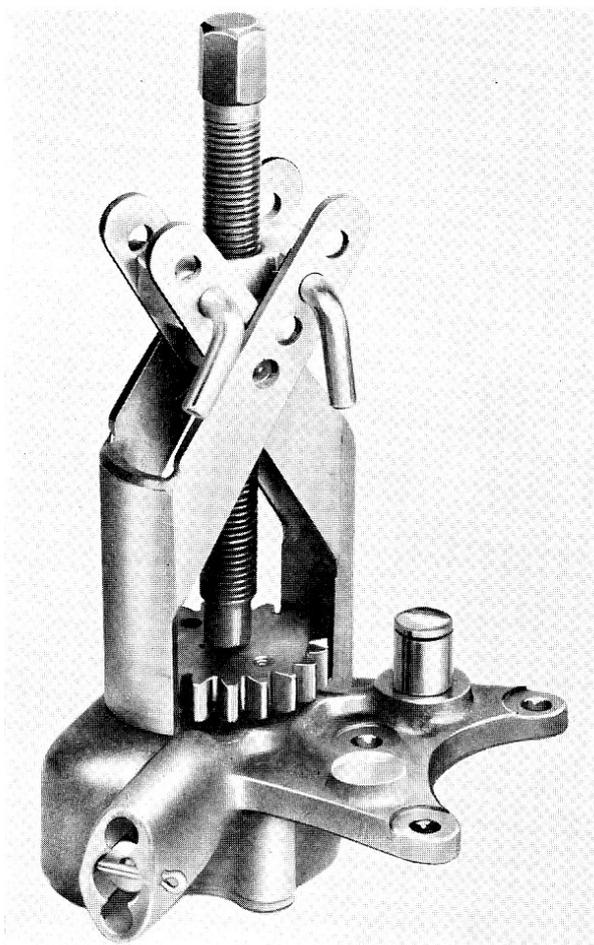

Fig. 23
- 1° Extraire le pignon (fig. 23).